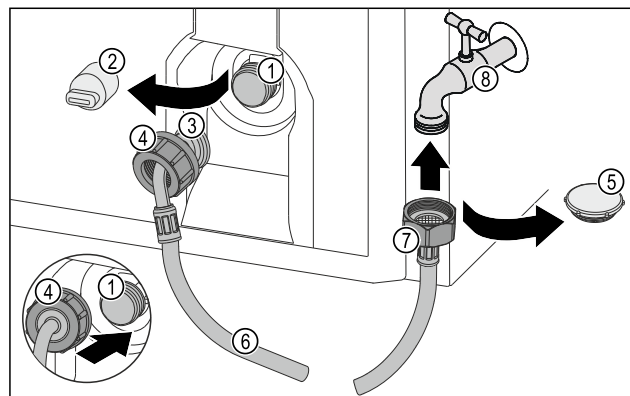

Fig. 15
- ▶ Зніміть захисний ковпачок Fig. 15 (5).
- ▶ Приєднайте прямий кінець шланга Fig. 15 (7) до водяного крана Fig. 15 (8).
- ▶ Затягніть гайку на прямому кінці шланга Fig. 15 (7) за годинниковою стрілкою.